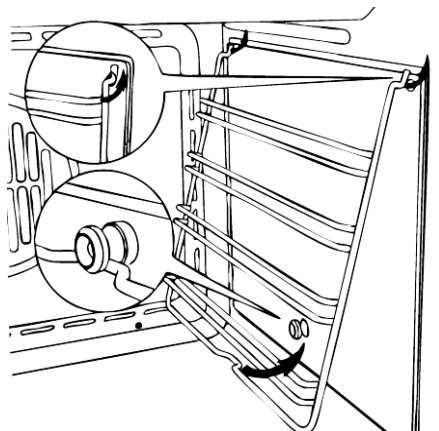

Fig. 6
- Far scorrere la leccarda e la rastrelliera tra le guide delle griglie laterali come in (fig. 6).
- rimuovere la griglia laterale (vedere fig. 6).